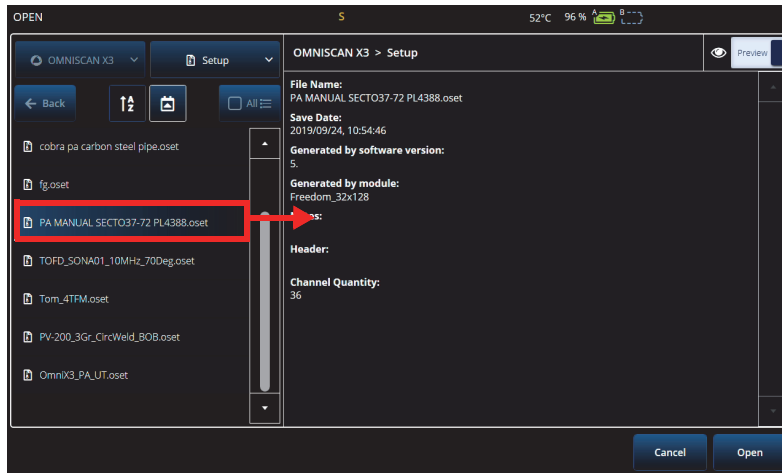

Abbildung 6-2 Open Menu (Menü öffnen)
- Um eine Datei zu öffnen, wählen Sie **Open** im  **File** Menü (Abbildung 6-1 auf Seite 215) und wählen Sie dann das Verzeichnis aus, in dem sich die Datei befindet. Sie können die Konfigurationsdatei oder Datendatei öffnen, indem Sie den Dateityp auswählen. Sie können die Dateien auch alphabetisch oder nach Datum mit dem **Filter** Symbol ordnen und eine Vorschau der ausgewählten Datei anzeigen (Abbildung 6-2 auf Seite 217).